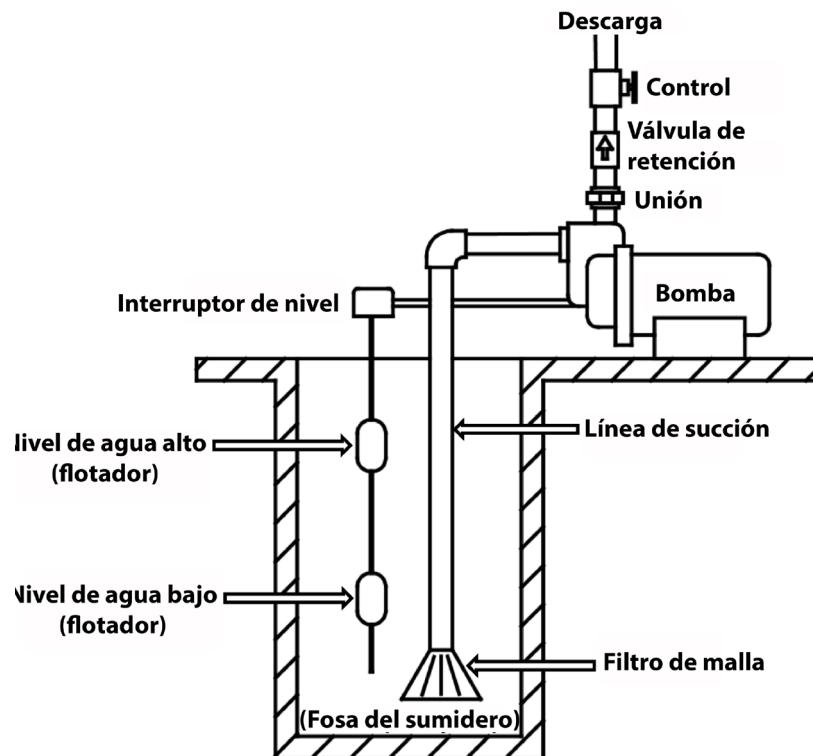

Figura 1
- B) CEBADO BAJO PRESIÓN (Figura 1): Para cavar bajo presión, coloque una válvula de retención en la línea de descarga de la bomba y una llave de purga o un purgador de aire tipo bola en lugar del cebador, o bien una línea de purga de aire con una válvula de compuerta conectada a la línea de descarga. De esa manera, el líquido puede permanecer en la tubería de descarga, lo que permite que la bomba active el purgador de aire y facilita el cebado.
- D) DRENADO: Si la bomba está sometida a temperaturas bajo cero, será necesario drenarla por completo. Para hacerlo, retire el tapón de drenaje (10) ubicado en la parte inferior delantera de la carcasa de la bomba y el tapón de cebado (11), y asegúrese de que el orificio de drenaje no esté obstruido. Una vez que se haya drenado toda el agua, haga funcionar la bomba durante unos segundos para asegurarse de que el impulsor (4) no contenga agua. Asegúrese de que la línea de succión también esté desprovista de agua.